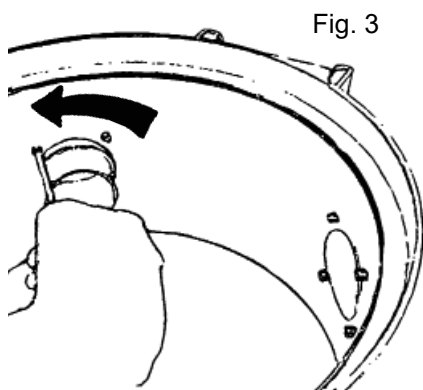

Fig. 3
1. Løsn støvsugerrørets sokkel ved at skrue de fire Torx-kombinationsskruer ud med en Torx T20 eller en almindelig skruetrækker, Fig. 3.